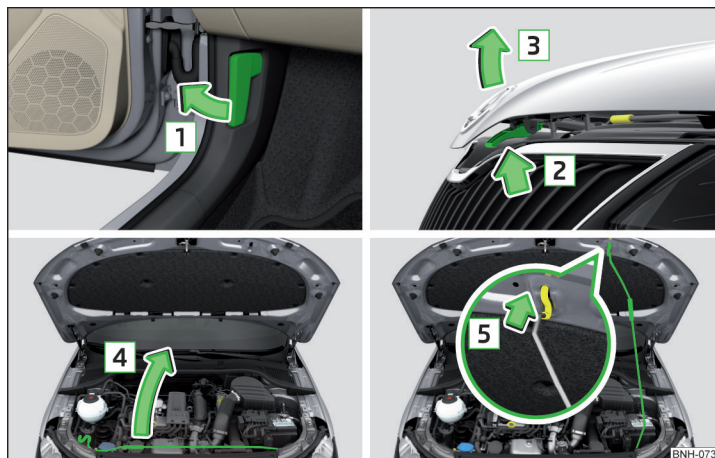

Abb. 236 Motorraumklappe öffnen
- Die Vordertür öffnen und am Entriegelungshebel unterhalb der Schalttafel in Pfeilrichtung **1** ziehen » Abb. 236.